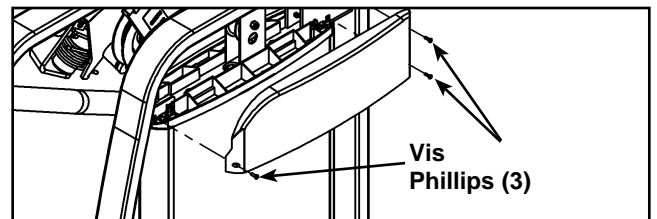

Figure 5
- E. Enlevez les trois vis Phillips qui fixent le capot supérieur (arrière) et retirez le capot avec précaution. Reportez-vous à la figure 5.